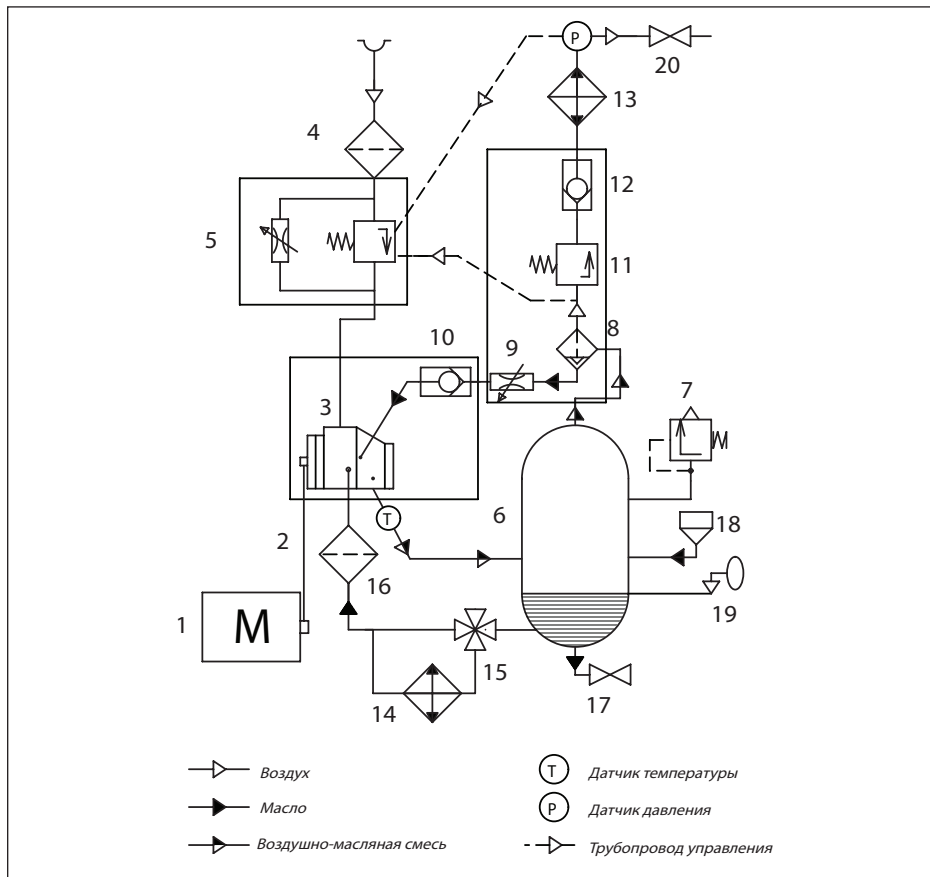

Рис. 2.3 Схема пневматическая F 30-55
2.4 Принцип действия (Смотри рис. 2.3)